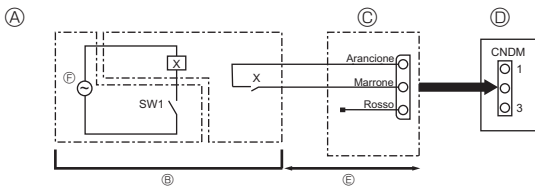

Fig. 10-1
- ① Pannello di comando dell'unità esterna
② Max. 10 m
③ Alimentazione per relè
10.1. Modalità bassa rumorosità (modifica in loco) (Fig. 10-1)